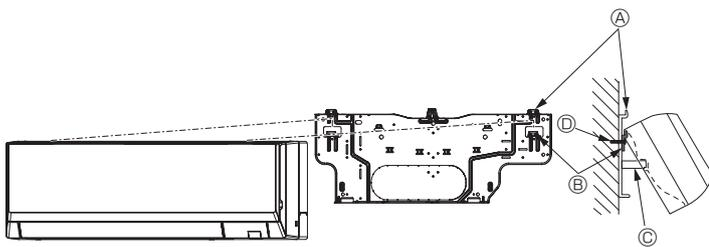

Fig. 3-26
- Si l'appareil intérieur ne peut être suspendu et soulevé à l'aide du crochet classique (la dimension de 2.1. ③ (espacement entre le plafond et l'appareil) est de 75 mm, 2-61/64 pouces, ou moins), suspendre l'appareil sur le crochet inférieur. (Fig. 3-26)
(Fig. 3-26)